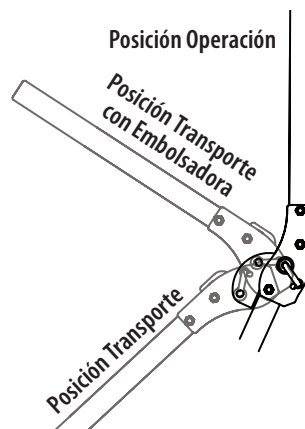

Figura 23
Consulte la Figura 23 y las siguientes descripciones y usos de las tres (3) posiciones de la ROPS.
2. Mueva la ROPS a la posición deseada. Las tres posiciones son TRANSPORTE, TRANSPORTE CON EMBOLSADORA y OPERACIÓN (Figura 23 en la página 53).
W. INDICADOR(ES) DE COMBUSTIBLE (SI ESTÁ EQUIPADO)